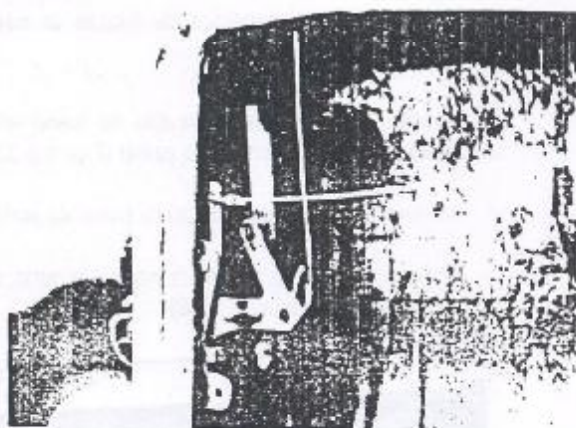

Figura 8.37.4 - Encaixe da haste na lingueta do trinco
8. Desencaixar a haste do pino de trava, da lingueta do trinco, e remover o conjunto do pino e haste (Figura 8.37.4).
9. Desencaixar a haste do cilindro da fechadura, da lingueta do trinco (Figura 8.37.4).
4. Instalar e encaixar a haste do cilindro da fechadura, na lingueta do trinco (Figura 8.37.4).
5. Posicionar o conjunto do pino de trava e haste e encaixar a haste, na lingueta do trinco (Figura 8.37.4).